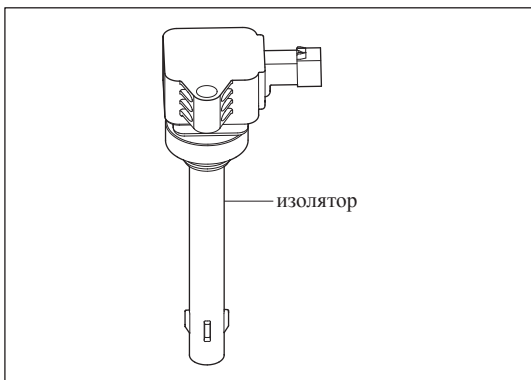

Рис. 12-2-4. Проверка катушки зажигания
- » Проверить изолятор катушки зажигания на наличие трещин, как изображено на рис. 12-2-4; если имеются трещины, заменить поврежденные детали.